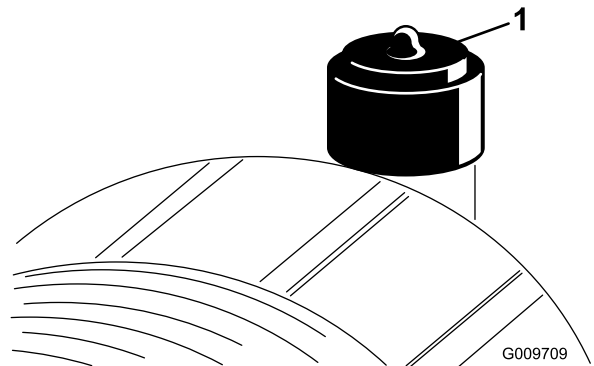

Figura 46
Effettuate la manutenzione del filtro dell'aria quando l'indicatore lo richiede (Figura 46). Sostituendo il filtro dell'aria prima del necessario si aumenta il rischio che la morchia penetri nel motore quando si toglie il filtro.
2. Se la spia (Figura 46) è rossa, resettatela.